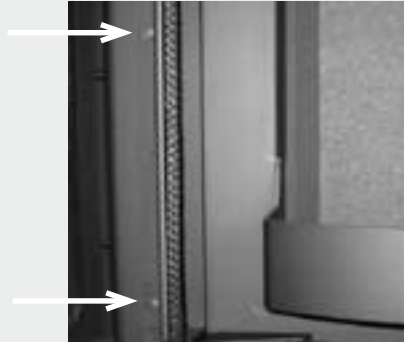

Bild 1
- Bitte überprüfen Sie gelegentlich (etwa 2 x pro Heizperiode) den festen Sitz der Muttern an den Scheibenhalteleisten. Lose Muttern bitte mit der Hand, ggf. mit einem Schlüssel, sehr leicht festziehen. (Bild 1)